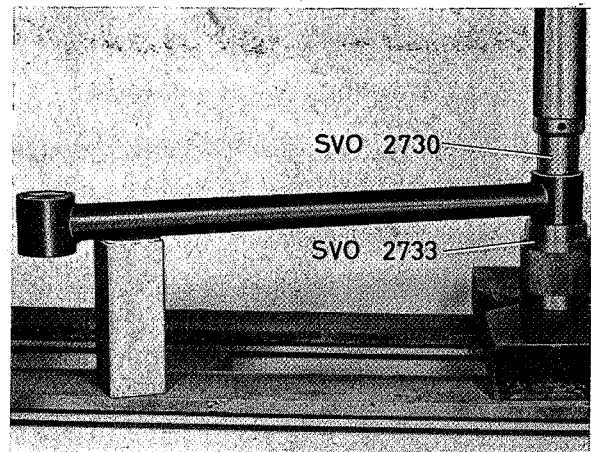

Fig. 7-11. Demontage van de bus van de dwarsstabilisator
5. Pers de achterste bus uit met SVO 2730 en SVO 2733. Pers de nieuwe bus er met dezelfde gereedschappen in, maar gebruik SVO 2730 in omgekeerde stand. (Fig. 7-11).
4. Pers, indien nodig, de bussen uit met SVO 2730 en SVO 2733 (Fig. 7-11).